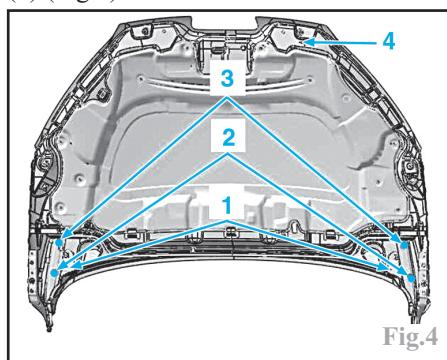

Fig.4
Déposer les vis de fixations des caches (1) (Fig.4)